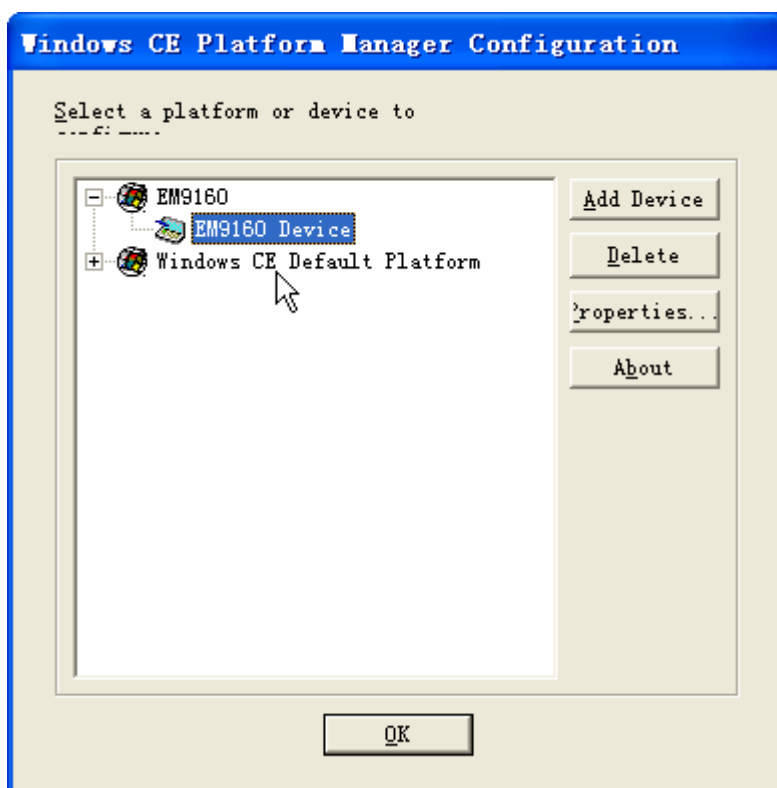

图 3-17 修改英创 ARM9 嵌入式模块的配置
4、在打开的对话框中选择目标设备（如：**EM9160 Device**），然后选择右边的 **Properties...**，如图 3-17。